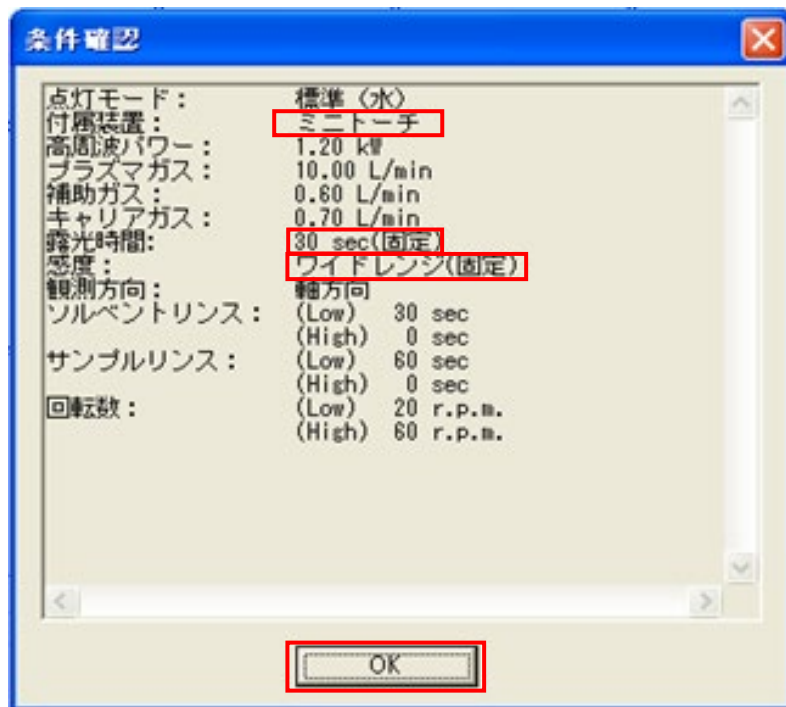

図 34
- ⑥ 内容の確認後「OK」ボタンをクリックします。図 34